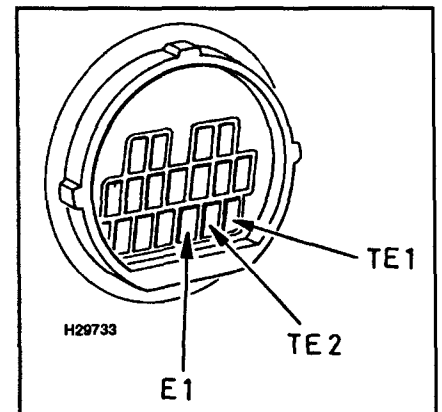

Рис. 20.2. Соедините перемычкой клеммы TE1 и E1 в диагностическом разъеме. При этом система начнет выдавать коды неисправности вспышками лампы
- 4 При помощи перемычки соедините клеммы TE1 и E1 в разъеме самодиагностики (см. рис. 20.2).
11 Соедините перемычкой клеммы TE2 и E1 разъема диагностики (см. рис. 20.2).